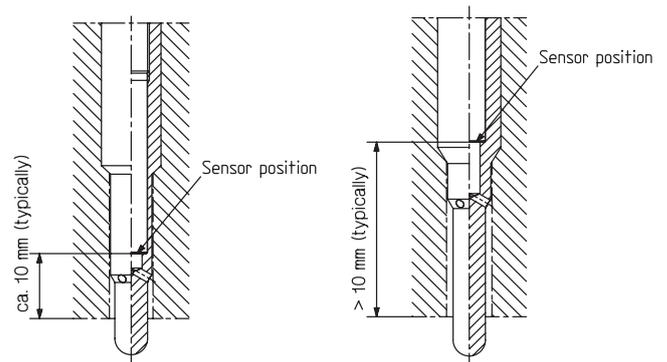

Fig. 1: A gauche, position typique d'un capteur miniature pour des études fines. A droite, position favorable thermiquement pour un usage de longue durée
1) Capteur en retrait, voir fig.1 à droite